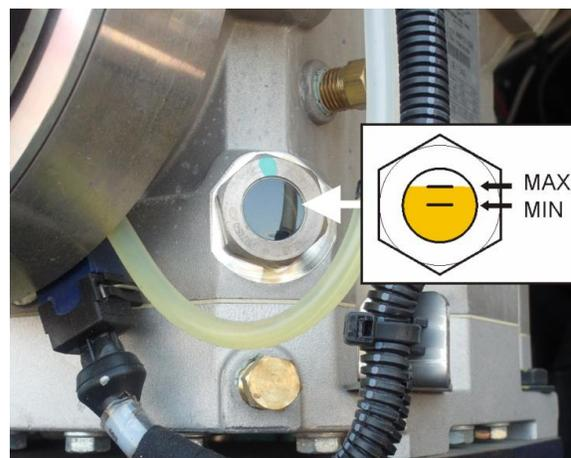

FIGURE 45 : VERRE DE REGARD DROIT
- *Verre de regard droit : entre $\frac{1}{2}$ et $\frac{3}{4}$ de la hauteur du verre de regard (Figure 45).*